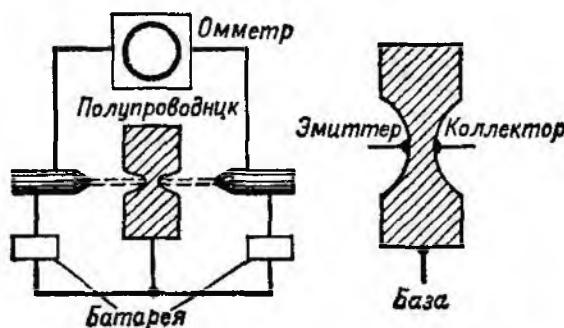

Рис. 38 Процесс изготовления поверхностью-барьерного транзистора и разрез такого транзистора.
**Л.** — Этим инструментом служат очень тонкие струйки жидкости, по которым через германий проходит постоянный ток. В результате электролиза, а именно на этом явлении и основан процесс обработки, атом за атомом отрываются от полупроводника. В конце операции изменяют направление тока, и благодаря тому же электролизу атомы индия из соответствующего электролита осаждаются на поверхность только что вырезанных углублений (рис. 38).